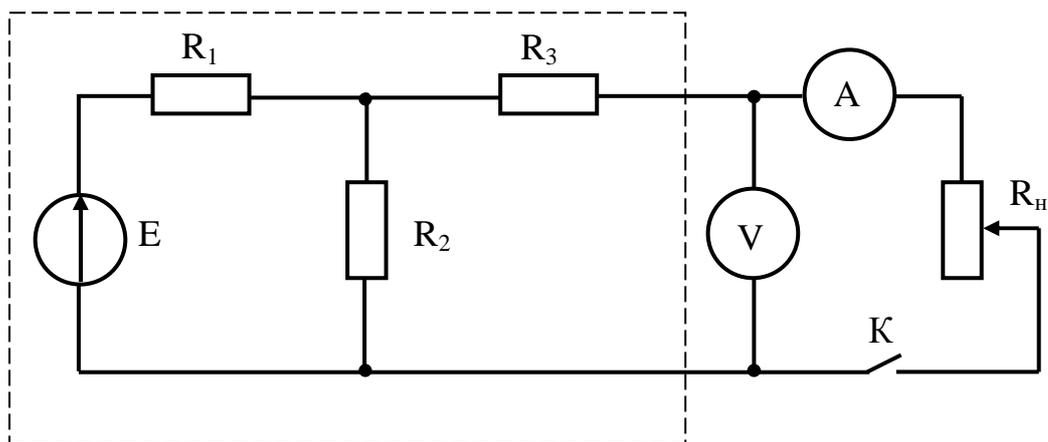

Рис. 2.2
Схема исследуемой электрической цепи представлена на рис.2.2. Часть цепи, обведенная на схеме пунктирной линией, может быть заменена эквивалентным генератором относительно резистора  $R_H$ .
3. Получить расчетные выражения для определения ЭДС  $E_{\text{эГ}}$  и сопротивление  $R_{\text{эГ}}$  эквивалентного генератора для схемы, показанной на рис. 2.2.
- Элементы и приборы схемы электрической цепи, изображенной на рис. 2.2:
2. Собрать электрическую цепь по схеме на рис. 2.2 и предъявить для проверки преподавателю.
2. Какая часть электрической цепи, представленной на рис. 2.2 входит в эквивалентный генератор? Назовите элементы этой части.
8. Какую функцию в данной работе выполняет резистор с сопротивлением  $R_H$  в схеме на рис. 2.2.